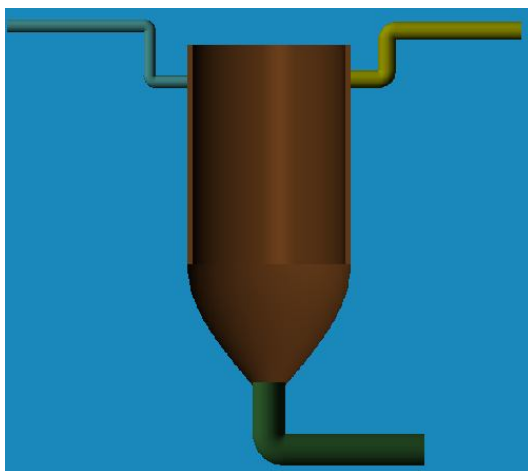

Рис.3.2. Ємність з трубопроводами.
2. Ця ємність повинна містити два вхідних та один вихідний трубопровід. Для цього скористаємося відповідним елементом . Аналогічно ємності, через властивості об'єкта, налаштуємо три створених трубопроводи так як нам потрібно. Їхній вигляд відображено на рис.3.2.